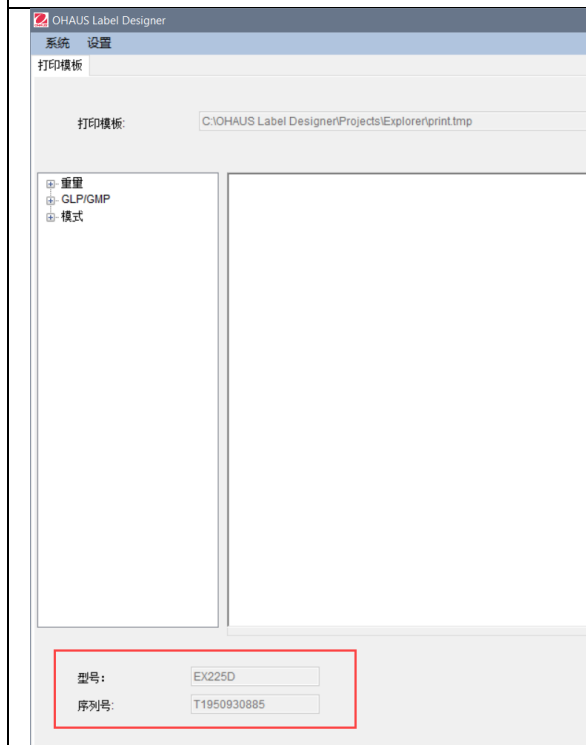

图 3.2.2-2
5. 一旦天平与电脑连接成功，软件会自动读取并显示天平的**型号**和**序列号**（见图 3.2.2-2）。